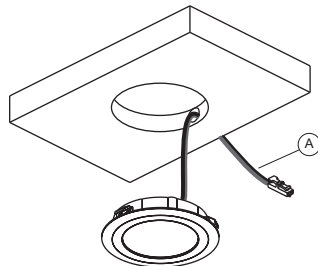

Fig 2
- Insert the power supply cable (A) into the hole and then install the light, applying light pressure until it is completely fitted as illustrated in figure 2.
- Das Netzkabel (A) in die Bohrung einführen, dann den Strahler vorsichtig bis zum Anschlag eindrücken (Abb. 2).